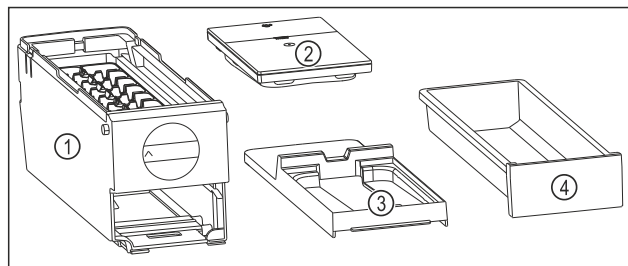

Fig. 80 Компоненти EasyTwist-Ice
- ▷ EasyTwist-Ice складається з чотирьох частин. (див. Fig. 80)
- ▶ Розбирайте EasyTwist-Ice тільки на зображені компоненти. (див. Fig. 80)
- ▶ Очистіть корпус EasyTwist-Ice Fig. 80 (1) без розбирання.